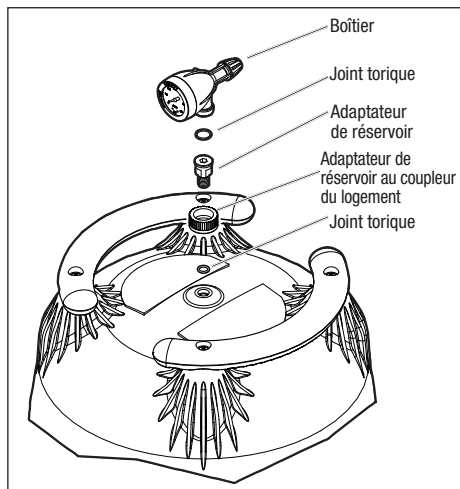

Figure 5. Ensemble manomètre/soupape de décharge d'air
- Placer le joint torique le plus petit et le plus épais sur le filetage de l'adaptateur du réservoir, voir la Figure 5. Faire glisser l'adaptateur de réservoir à travers l'écrou d'accouplement et dans le couvercle du réservoir de filtre. Utiliser les surfaces plates sur l'adaptateur de réservoir pour serrer. Ne pas trop serrer.
- Soutenir les tuyaux d'entrée/sortie indépendamment pour éviter toute contrainte excessive sur la vanne du filtre à deux (2) ou trois (3) ports de dérivation.